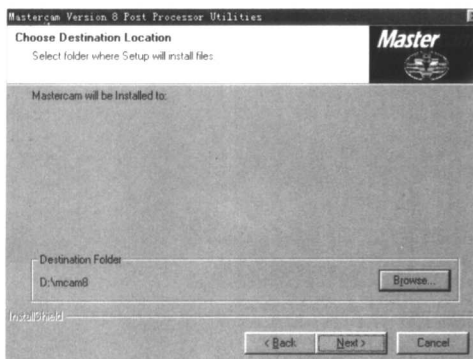

图 1-15
14) 如图 1-15 所示。安装后处理程序, 选择一个子目录, 选 D: \Mcam 8, 设置好后, 单击 **Next >** (下一步)。